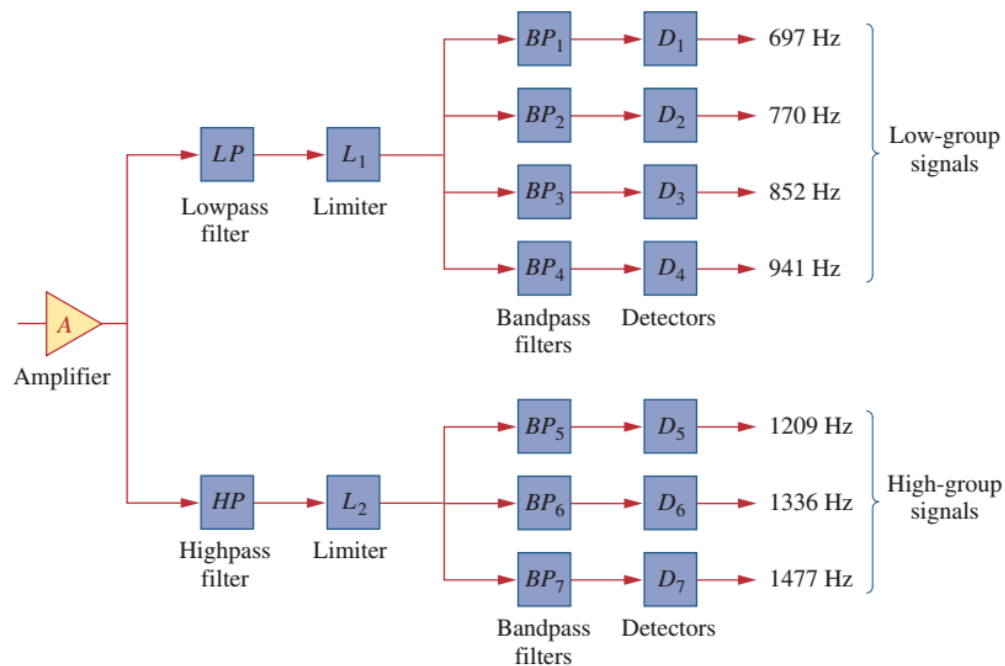

FIGURA 2
Quando uma pessoa disca um número de telefone, um conjunto de sinais é transmitido para o outro telefone, onde os sinais de toque são decodificados detectando as frequências que os sinais contêm. A Figura 2 mostra o diagrama de blocos para o esquema de detecção. Os sinais são primeiro amplificados e separados em seus respectivos grupos pelos filtros passa-baixas (LP) e passa-altas (HP). Os limitadores (L) são usados para converter os tons separados em ondas quadradas. Os tons individuais são identificados usando sete filtros passa-faixas (BP), cada filtro passa um tom e rejeita outros tons. Cada filtro é seguido por um detector (D), que é energizado quando a sua tensão de entrada excede um determinado nível. As saídas dos detectores fornecem os sinais DC necessários pelo sistema de comutação para “conectar” a pessoa que está ligando à parte que está a ser chamada.
Utilizando resistores, indutores e capacitores com valores comerciais (incluindo associações) e circuitos RLC série, projete os filtros BP1, BP2, BP3, BP4, BP5, BP6 e BP7 da Figura 2.